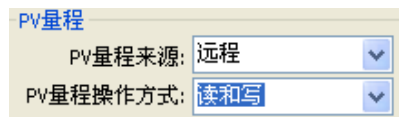

图 5.54 PV 量程操作模式选择
1. 选择“详细设计”->“PV 量程”->“PV 量程操作模式”对应的下拉框中，模式包括只读和读写两种，如图 5.54 所示：